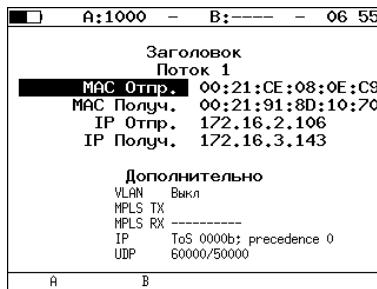

Рис. 7.36. Экран «Заголовок»
5. На локальном приборе перейти в меню «Беркут-ЕТ. Измерения» \Rightarrow «Сложный трафик» \Rightarrow «Настройки» \Rightarrow «Заголовок» (см. рис. 7.36). Выбрать: